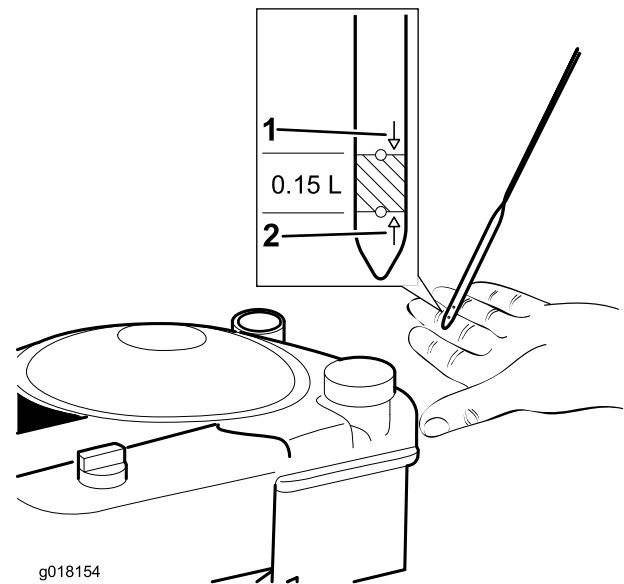

Figure 10
3. Si le niveau est trop bas, versez **lentement** de l'huile dans le tube de remplissage, attendez 3 minutes puis vérifiez le niveau d'huile sur la jauge en l'essuyant sur un chiffon propre et en l'insérant dans le tube (Figure 10).